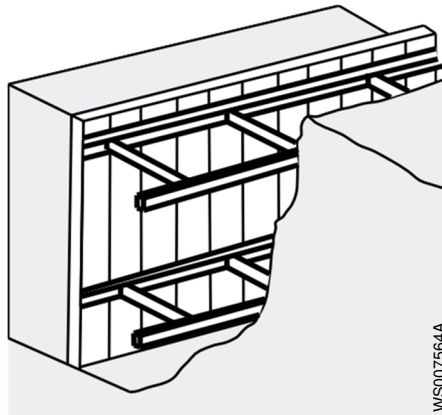

Figure 2: Entretien et étrésoillonnage
(fig. 2).
2. Passages de câbles ou ventilation Ø63 (fig.2)
3. Passages de câbles ou ventilation Ø63 (fig.2)